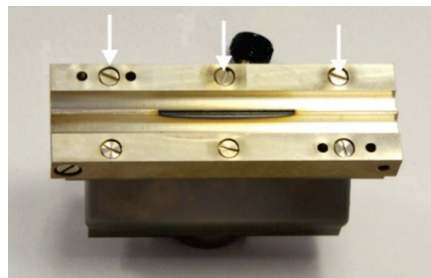

Bild 55 Schrauben an vorderer Brennerbacke
1. Schrauben aus der vorderen Brennerbacke (Pfeile in Bild 55) herausdrehen (auf der Seite der vorderen Brennerbacke befindet sich auch die Schraube zur Befestigung des Brenners auf dem Mischkammerrohr).